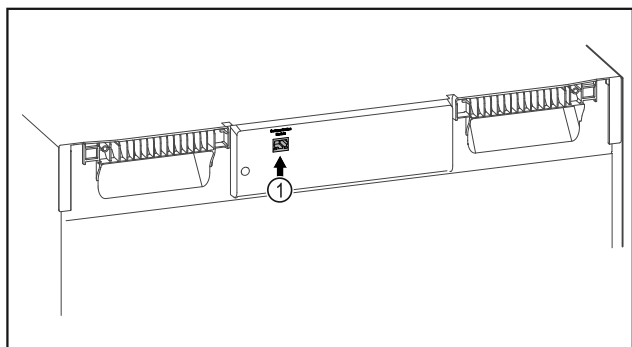

Fig. 154
- SmartModule Fig. 154 (1) è inserito.